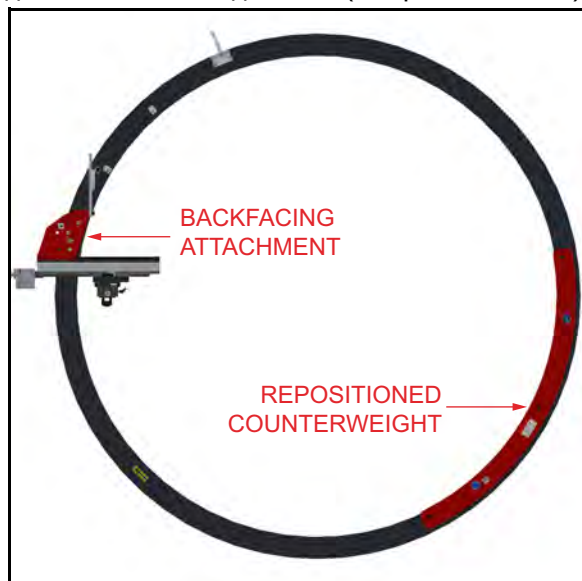

Рисунок 4-3. Конфигурация для обратной подрезки торцов (показана модель ODF80)
На Высокоскоростной станок для обработки фланцев Speed Facer ODF также можно устанавливать поставляемую по доп. заказу насадку для обратной подрезки торцов. Эта конфигурация позволяет обрабатывать фланец при наличии препятствий, проходящих через обрабатываемую деталь, а также подрезать заднюю сторону фланца, предназначенного для болтового соединения (см. рис. Рис. 4-3.).
8. Если станок установлен в вертикальное положение: Установите противовес так, чтобы он находился напротив насадки для обратной подрезки. Для этого переместите его против часовой стрелки в следующую группу из трех отверстий (см. Рис. 4-3 на стр. 41.).